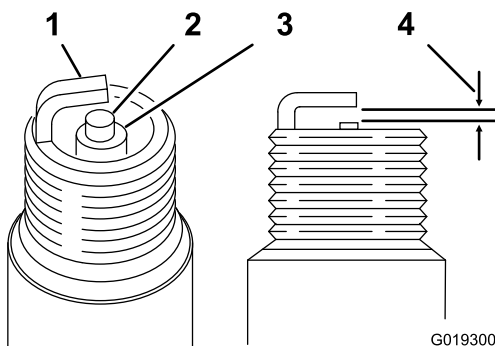

Bild 28
3. Achten Sie darauf, dass der Elektrodenabstand richtig eingestellt ist (Bild 28).